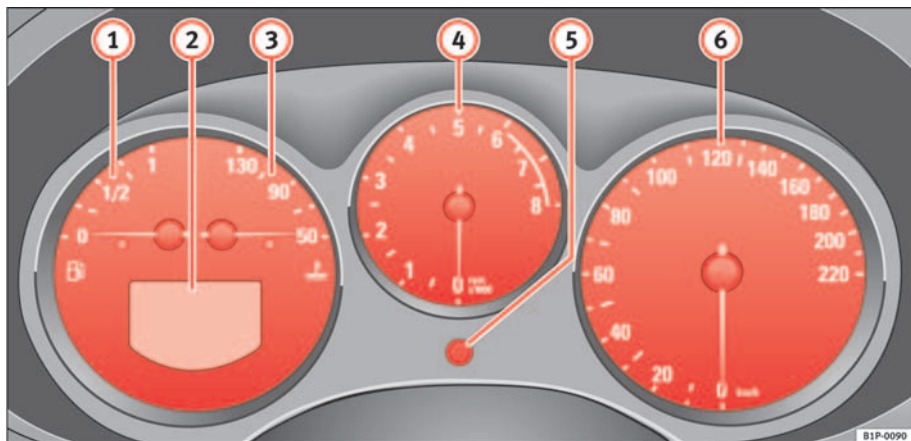

Fig. 33 Dettaglio della plancia portastrumenti: quadro strumenti
Quando la lancetta del contagiri entra nel settore rosso ⇒ pag. 58, fig. 33 , significa che il motore, rodato e caldo, ha raggiunto il numero di giri massimo per la marcia inserita. Si consiglia quindi, prima di raggiungere tale settore del contagiri, di passare alla marcia immediatamente superiore o di mettere la leva selettoria nella posizione D oppure di ridurre la velocità.
- Ruotando il pomello di regolazione ⇒ pag. 58, fig. 33  verso sinistra (fino al riscontro), si regolano le ore. Ogni volta che si fa ruotare il pomello verso sinistra (senza tenerlo fermo in quella posizione), l'orologio va avanti di un'ora.
Quello che si trova sulla destra è il contachilometri parziale. L'ultima cifra del contachilometri parziale rappresenta le centinaia di metri. Per azzerare il contachilometri parziale si deve premere sul pomello ⇒ pag. 58, fig. 33 ⑥.